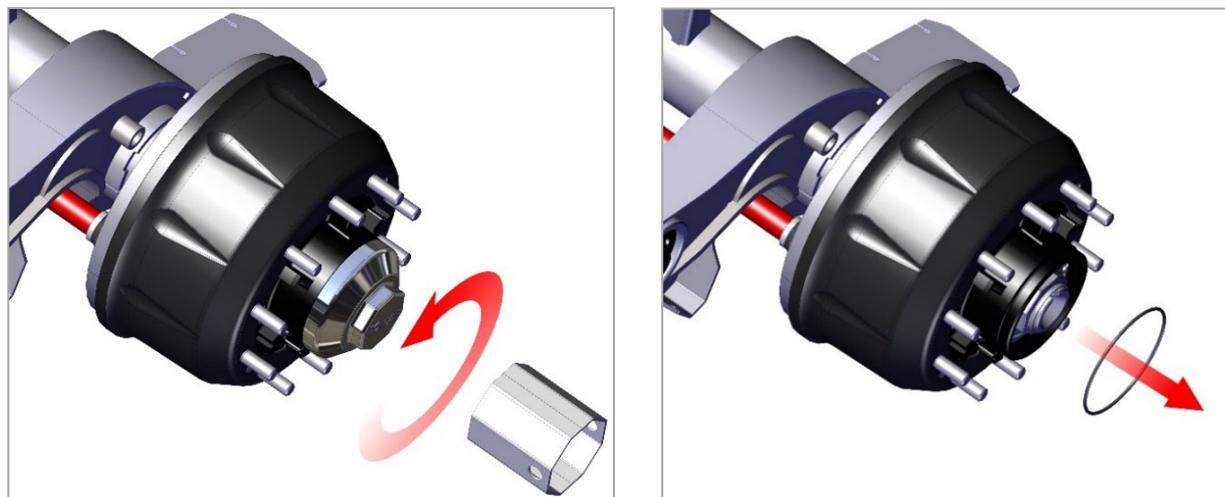

Рис. 10. Снятие крышки ступицы.
1) Отверните специальным ключом крышку ступицы, убедитесь, что резиновое уплотнительное кольцо не повреждено (рис. 10).